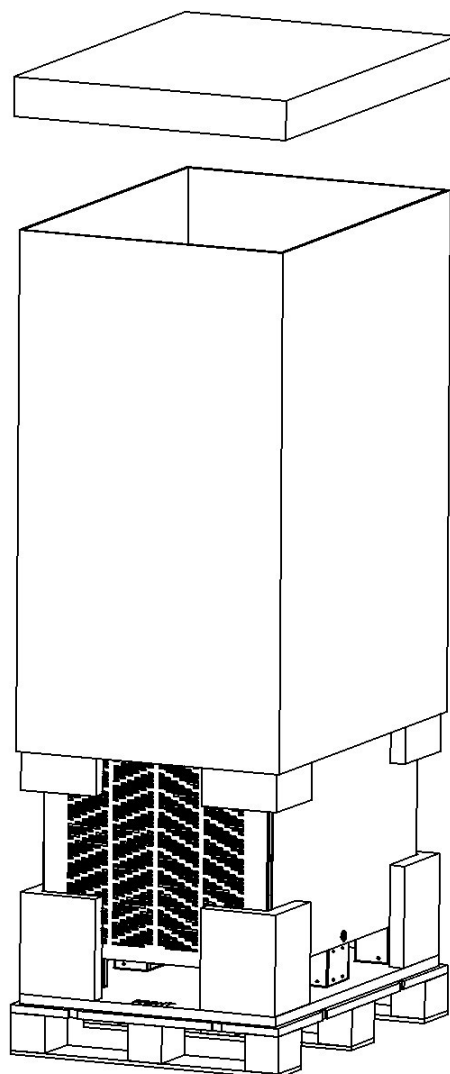

Figure 3-3
2. Retirer le sac en plastique et la boîte extérieure (Figure 3-3).